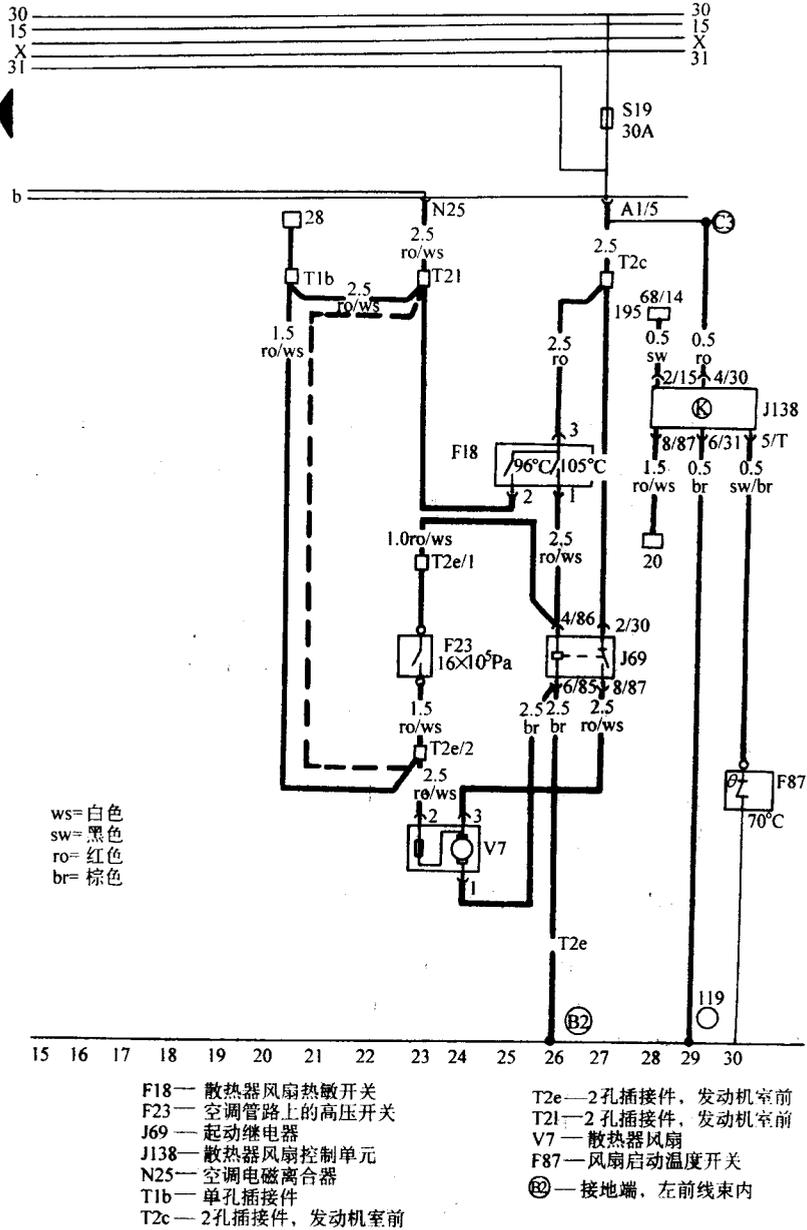

图 1-1 捷达风扇部分电路图
**故障检修：**打开引擎盖一看，储液罐处全是防冻液，说明此车是真报警，冷却液温度过高开锅了，首先应该检查风扇线路，如图 1-1，S19 熔丝没坏。拨下双温开关插头，用短接线分别短接 I、II 档线，风扇不转，难道是风扇坏了？为了进一步确定。拨下风扇插头，通过短接双温开关 I 档，用万用表测风扇 I 档，有 12V 电压，看来风扇有故障，更换之后还是不转，难道不是风扇故障？直接通电给风扇，风扇转，说明风扇没有问题，故障还是在线路。这时想到用万用表测电压不很准确，应用试灯最准确。于是拿一个 21W 的试灯检测，搭铁正常，但从 S19 来的电从双温开关处测试，灯却不亮，说明风扇电源有虚接之处。测试 S19 有实电，从 T2c 处测，灯不亮。于是顺线查找，结果这根线在蓄电池底下已被腐蚀断了大部分。